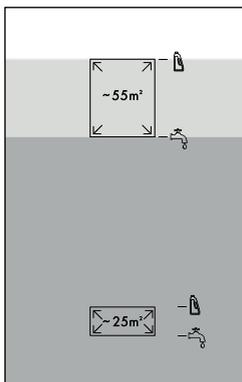

Fig. 9
- ◆ Pour de grandes surfaces  (jusqu'à 55 m²), remplissez de l'eau du robinet ou de l'eau distillée jusqu'au troisième repère de niveau de remplissage  dans le réservoir d'eau fraîche ❶ (voir fig. 9).
- ◆ Pour de grandes surfaces  (jusqu'à 55 m²) remplissez du produit de nettoyage jusqu'au quatrième repère de niveau de remplissage  dans le réservoir d'eau fraîche ❶ (voir fig. 9).